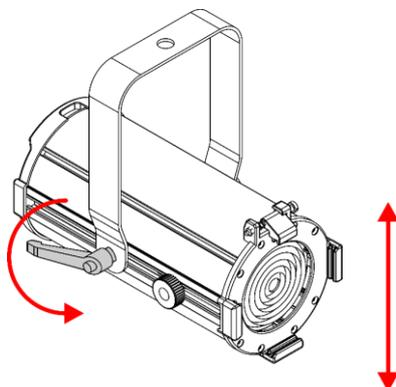

Fig. 01
- 01) Ruotare la **maniglia di regolazione (06)** in senso antiorario per sbloccarla.
- 02) Inclinare il dispositivo fino all'angolazione desiderata (cfr. Fig. 01).
- 03) Ruotare la **maniglia di regolazione (06)** in senso orario per serrarla. Accertarsi che il dispositivo non possa muoversi liberamente dopo che la **maniglia di regolazione (06)** è stata serrata.